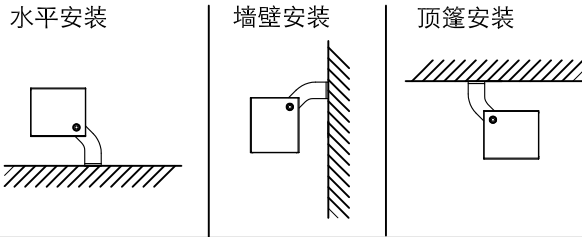

图1
- 1、在安装面钻2个孔，建议使用M6*20的膨胀螺丝进行固定，根据安装位置选择不同的固定方式，如图1；